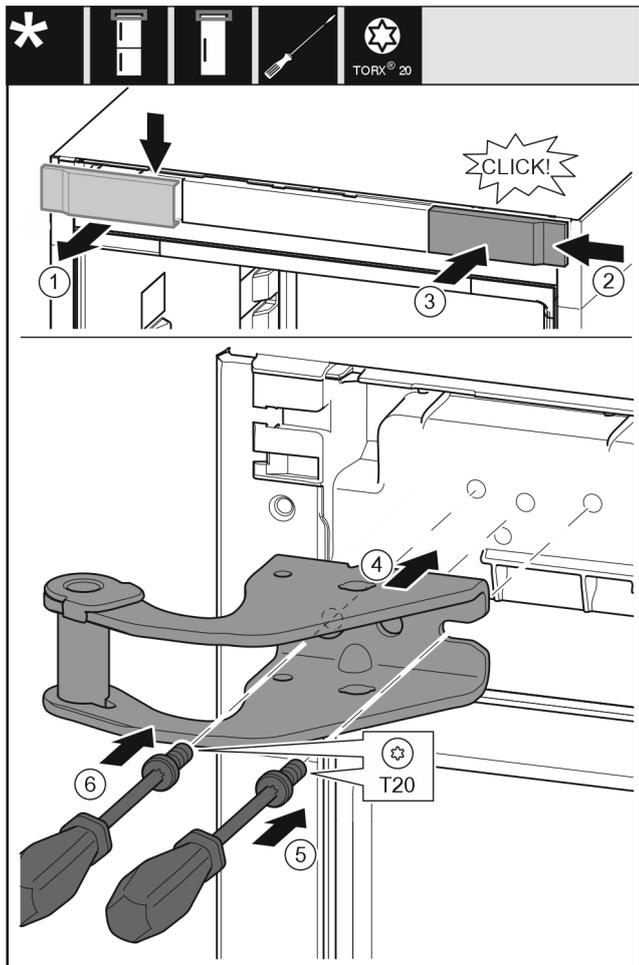

Fig. 32
- ▶ Rimuovere la copertura Fig. 32 (1) dall'alto in avanti.
- ▶ Agganciare da destra la copertura Fig. 32 (2) ruotata di 180° sull'altro lato.
- ▶ Innestare la copertura Fig. 32 (3).
- ▶ Applicare il blocco di supporto superiore Fig. 32 (4).
- ▶ Applicare la vite Fig. 32 (5) con un cacciavite e serrarla.
- ▶ Applicare la vite Fig. 32 (6) con un cacciavite e serrarla.